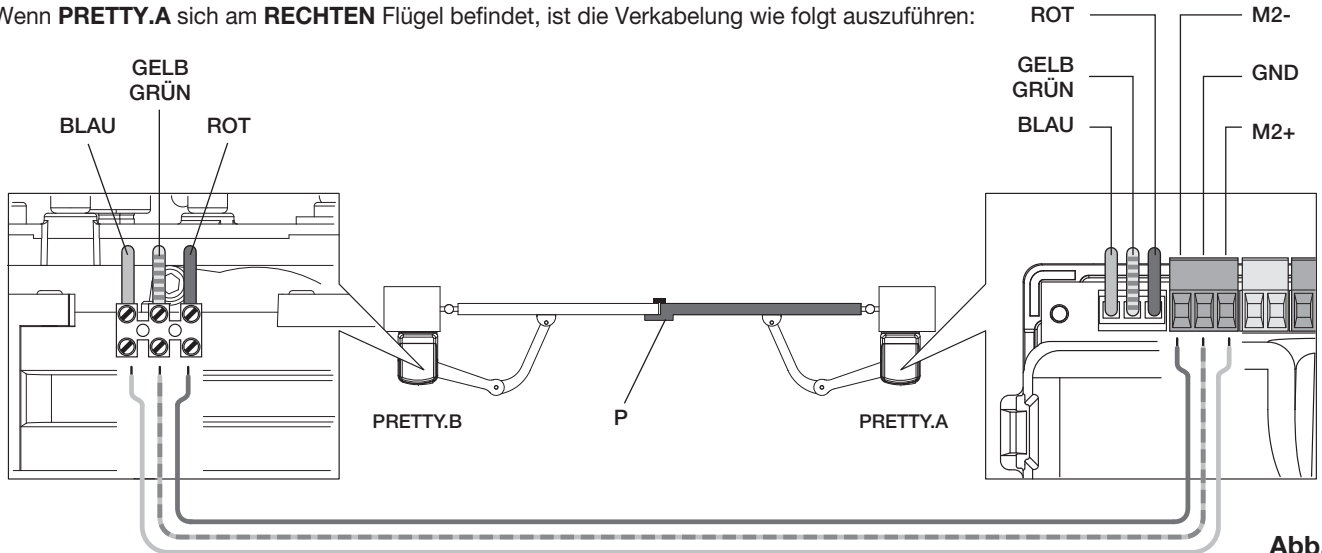

Abb.27
Wenn die Flügel ein Anschlagprofil ähnlich dem in Abbildung 27/28, Detail P gezeigten aufweisen, beachten Sie bitte, dass der Öffnungsvorgang immer mit dem Motor PRETTY.A beginnt, der Schließvorgang jedoch immer mit Motor PRETTY.B. Sollte sich das Anschlagprofil am Torflügel mit Motor PRETTY.B befinden, kann diese Reihenfolge über die Funktion MINV umgekehrt werden.
b) Der Flügel, der gegebenenfalls ein Anschlagprofil aufweist (Abb. 27/28, P), muss sich beim Schließen zuletzt bewegen.
Bei Toren mit einem Anschlagprofil (Abbildung 27/28, Detail P) muss eine Versatzzeit zwischen den Bewegungen eingestellt werden, um die Berührung zwischen den Flügeln zu vermeiden.
Keht die Öffnungs- und Schließreihenfolge der Flügel um, für den Fall, dass ein Anschlagprofil vorhanden ist (Abb. 27/28, P). Normalerweise startet der Motor PRETTY.A die Bewegung 3 Sekunden vor Motor PRETTY.B. Beim Schließen startet Motor PRETTY.B die Bewegung vor Motor PRETTY.A mit einer Zeit, die über die Funktion TDMC einstellbar ist.